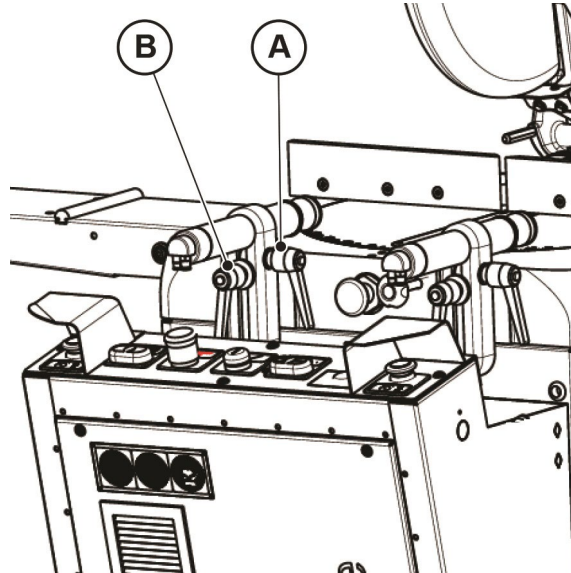

Abb. 07-05
- 1 Den Hebelgriff „A“ (Abb. 07-05) zur Einstellung des Abstands vom Profil lockern.
- 2 Den Hebelgriff „B“ (Abb. 07-05) lockern, um die Baugruppe Spannvorrichtungen sowohl vertikal als auch seitlich einzustellen.